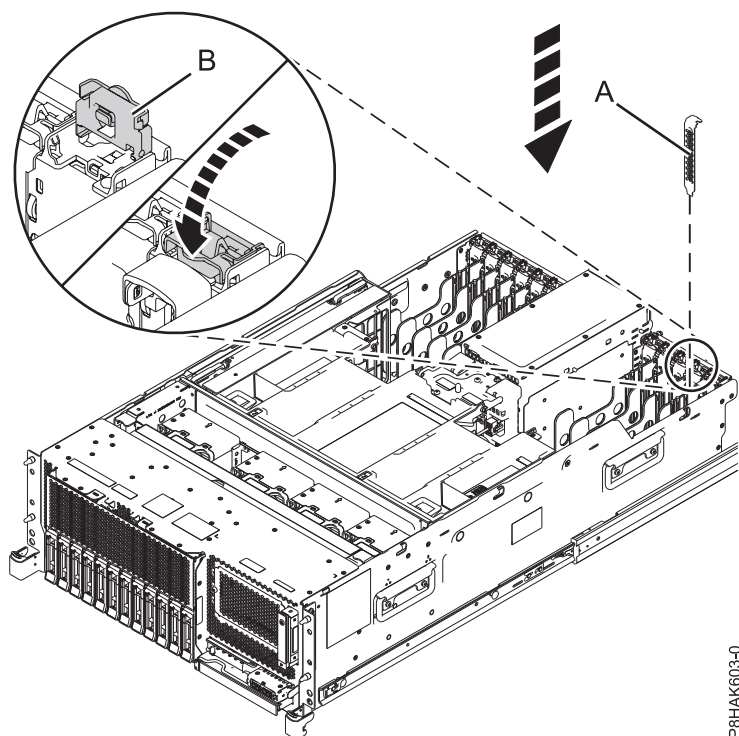
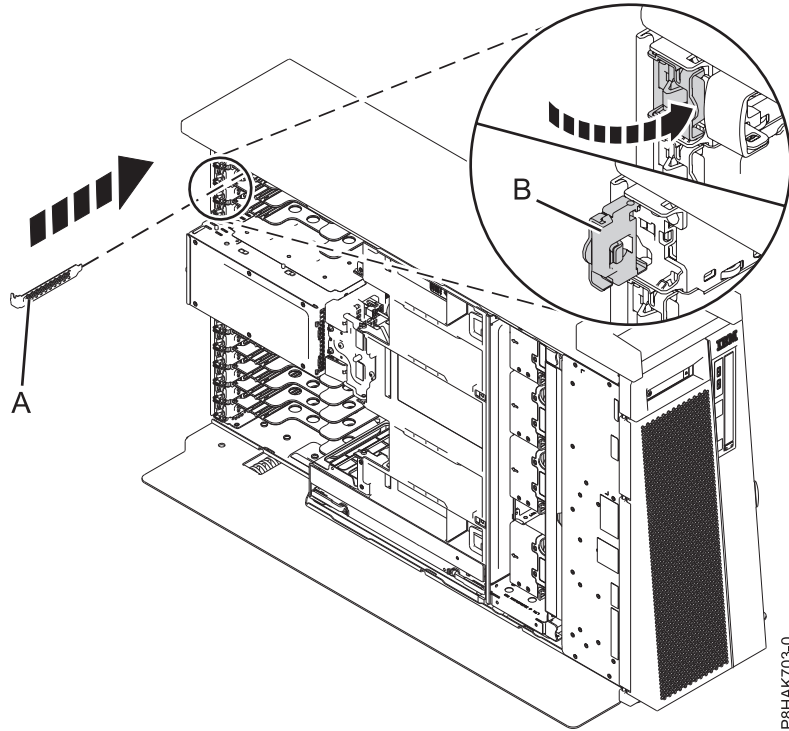

Figure 38. Installation d'un obturateur dans un emplacement de carte PCIe sur un système monté en armoire
Figure 39. Installation d'un obturateur dans un emplacement de carte PCIe sur un système 8286-41A autonome
- a. Saisissez avec précaution la contre-poupée de l'obturateur et alignez l'obturateur avec l'emplacement et son connecteur sur le fond de panier du système, comme illustré dans la figure 38 et figure 39, à la page 43.